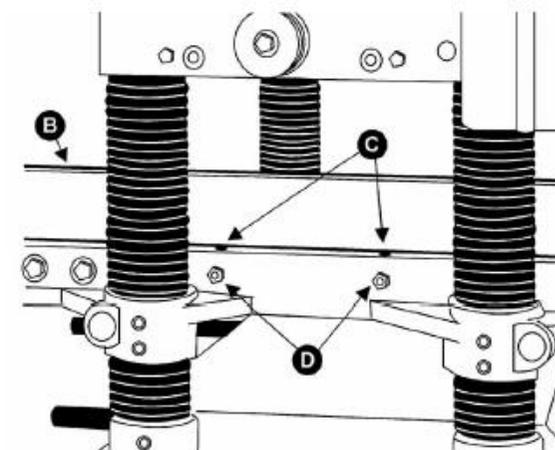

Рис. 14
2. Положить поверочную линейку (**Рис. 14, В**) на оба ролика.
3. С одной стороны стола ослабить винты (**Рис. 14, С**) шестигранным ключом и поворачивая эксцентриковые валы (рис. 14, D), поднимать или опускать ролики.
4. При получении требуемой высоты затянуть винты (**Рис. 14, С**).